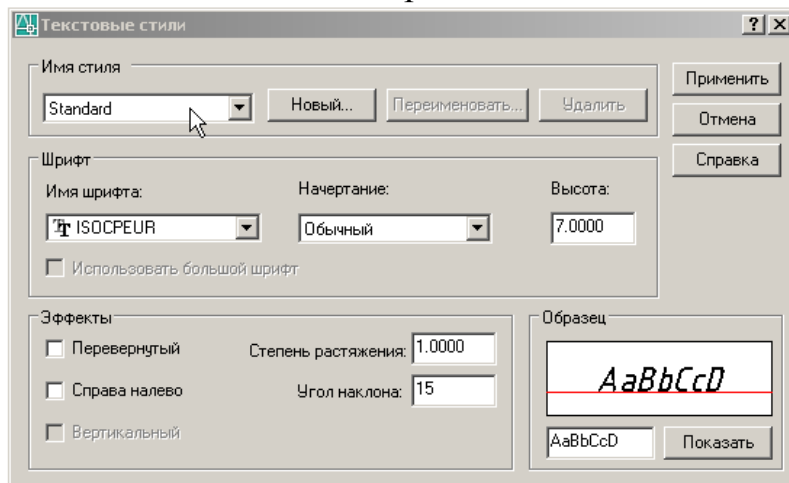

Рис. 2.17. Диалоговое окно **Текстовые стили**
Используем команду «Формат» ⇒ «Текстовые стили» (рис. 2.17).
-  Команда **Формат**  $\Rightarrow$  **Текстовые стили**, см. рис. 2.17.